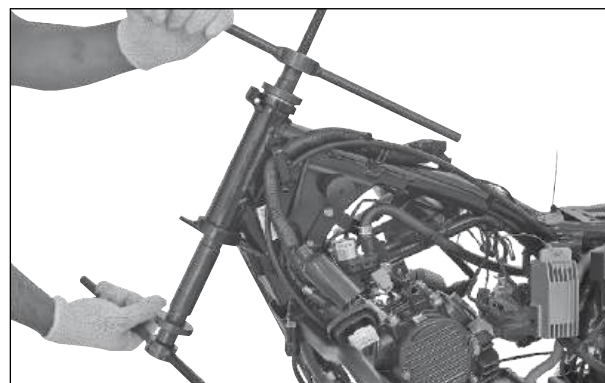

Fig. 6.55
- Instale a pista externa superior e inferior da direção, utilizando a ferramenta especial. (Fig. 6.55)